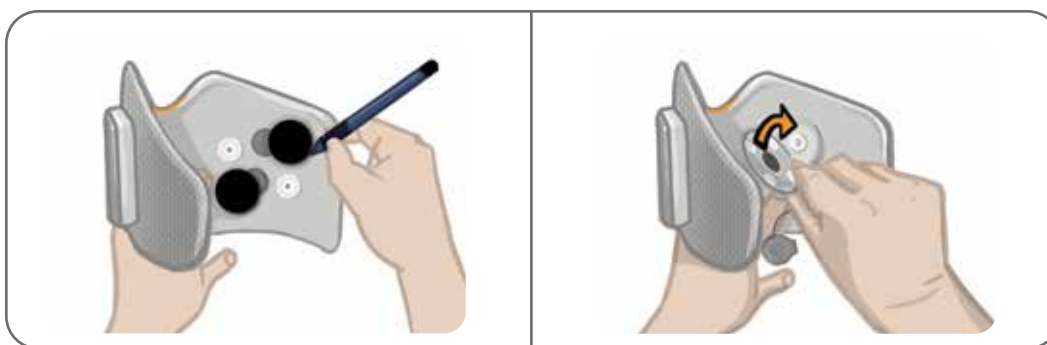

Figura 11-5. Segnare la posizione delle basi per elettrodi (sinistra)
1. Rimuovere i copricavi e marcare con un pennarello indelebile, sul rivestimento del gambale/cosciale, la posizione delle basi per elettrodi utilizzate (Figura 11-5).
2. Scollegare gli agganci delle basi per elettrodi dai fori di connessione (Figura 11-5).